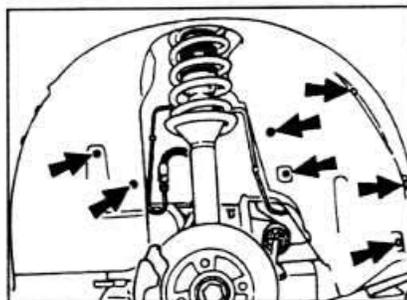

Рис. 11.81. Расположение винтов крепления арки колеса.
- Отвинтите 7 винтов крепления арки колеса (см. рис. 11.81).